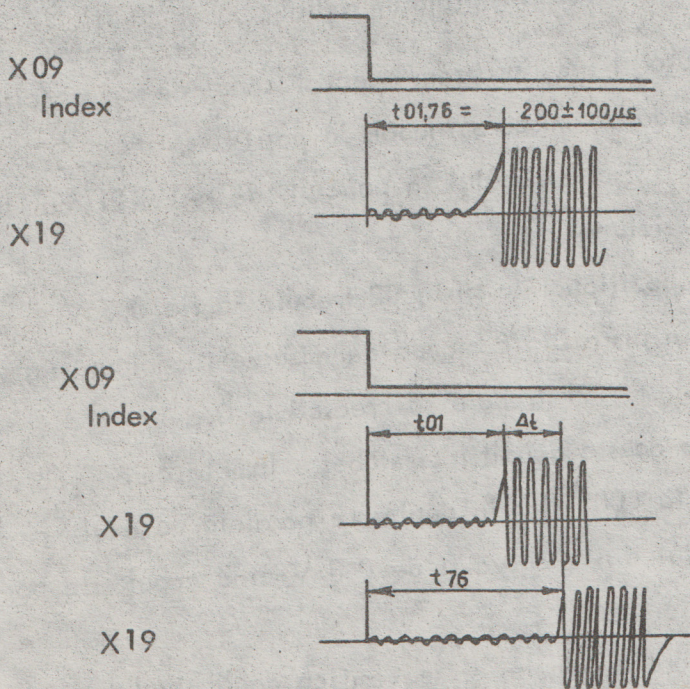

Fig.14. Reglaj tangențial.
- se urmărește ca intervalul pînă la creșterea semnalului din X19 să fie în limitele  $200 \pm 50 \mu$ s (vezi fig.14)